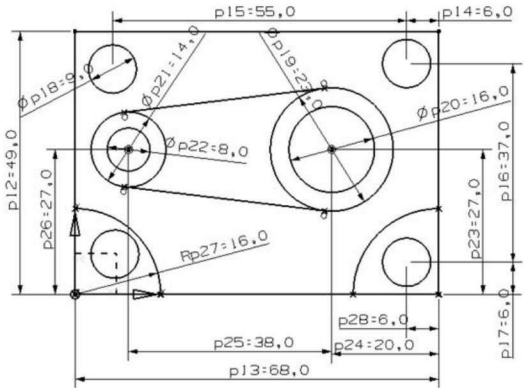

图 1.14 完成草图绘制
(13) 草图绘制完成, 如图 1.14 所示, 单击“完成草图”按钮  完成草图, 退出草图绘制, 返回实体建模空间。